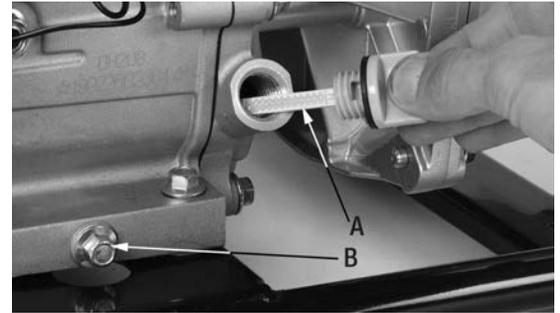

Figure 12
- 1) Dévissez le jauge à niveau d'huile (A) Fig.12 dans le sens anti-horaire et nettoyez-le avec un chiffon propre.
- 2) Placez un contenant sous le boulon hexagonal d'écoulement (B), retirez le boulon hexagonal (B) et vidangez l'huile.